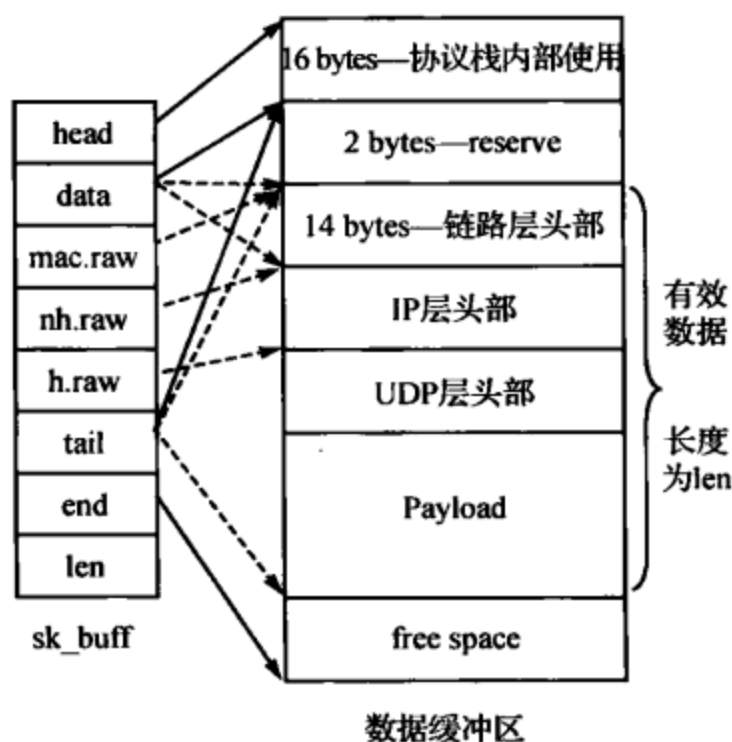

图 11-1 结构体 struct sk_buff 组成示意图
(1) 结构体 struct sk_buff 的组成如图 11-1 所示。